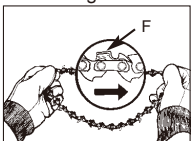

Fig. 3D
7. Spre kjeden ut langs kuttkantene (F) på kjeden mot ROTERINGRETNINGEN (Fig. 3D).